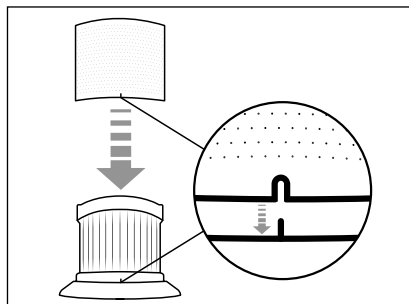

Fig. 14
- 5) Insérez le filtre en acier inoxydable **6** sur le filtre EPA **5** et faites-le ensuite glisser entièrement sur le filtre EPA **5**. Veillez ce faisant à ce que le dispositif d'arrêt sur le filtre EPA **5** s'enclenche dans l'encoche située sur le filtre en acier inoxydable **6** (voir fig. 14).